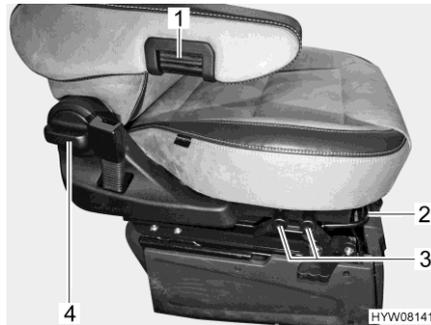

Fig. 19 Ajuste del asiento
- Tirar el estribo (Fig. 19,2) hacia arriba.
- Tirar la palanca correspondiente (Fig. 19,3) hacia arriba.
- Girar el pomo (Fig. 19,4).
- Para el ajuste fino, girar la rueda moleteada (Fig. 19,1). Según la dirección de giro, el reposabrazos se inclinará hacia arriba o abajo.